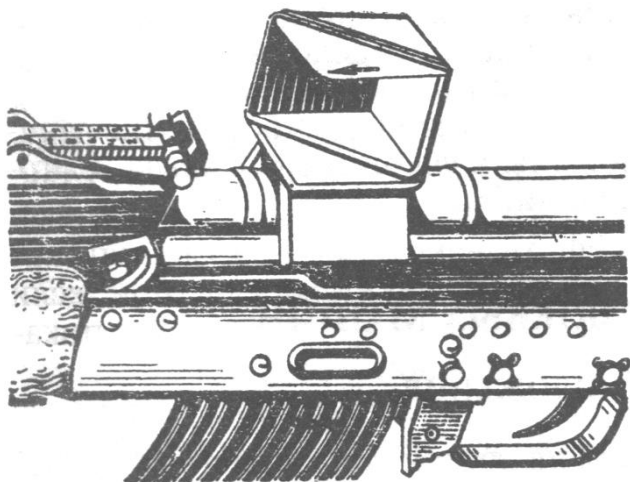

Рис. 4. Бокове скло на автоматі
**Бокове скло на магнітній підставці** (рис.4) служить для перевірки правильності прицілювання на дійсні дальності з автоматів і ручних кулеметів. Для підготовки приладу до роботи необхідно поставити його на кришку ствольної коробки за прорізом прицільної планки перед оком стрільця. По висоті прилад дає прямі показання, по бічному напрямку – обернені.